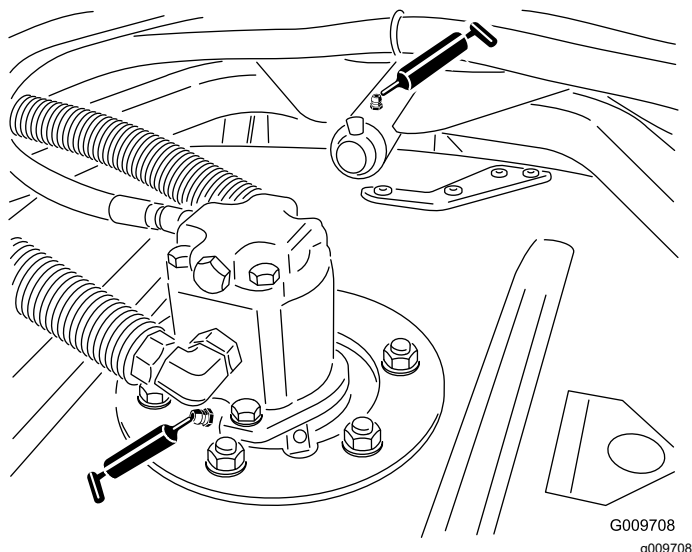

Рисунок 40
- Подшипники шпинделя режущего блока (по 2 шт. на каждый режущий блок), как показано на Рисунок 40
- Втулки несущего рычага режущего блока (по 1 шт. на каждом режущем блоке), как показано на Рисунок 40